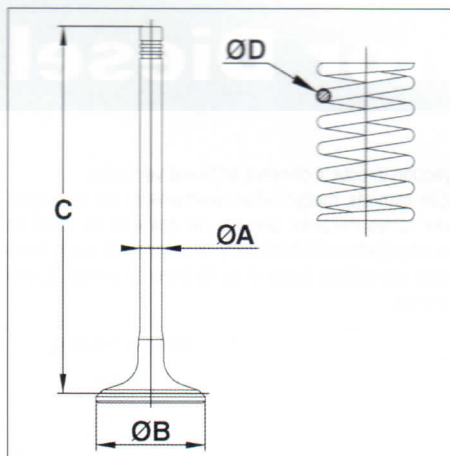

FIG.4
Diámetro (D) (fig. 4) de la espira: 3 mm \pm 0,03.
Cotas (Fig.4)